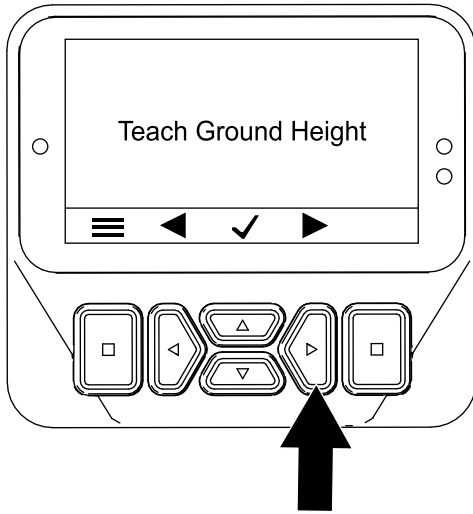

图 46
3. 按右侧按钮两次可显示“校准打孔针离地高度”屏幕图 46。